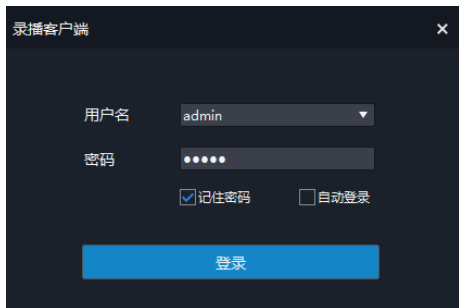

图5-2-1 登录客户端
2) 在登录界面输入初始用户名和密码：admin，登录界面如图5-2-1所示。